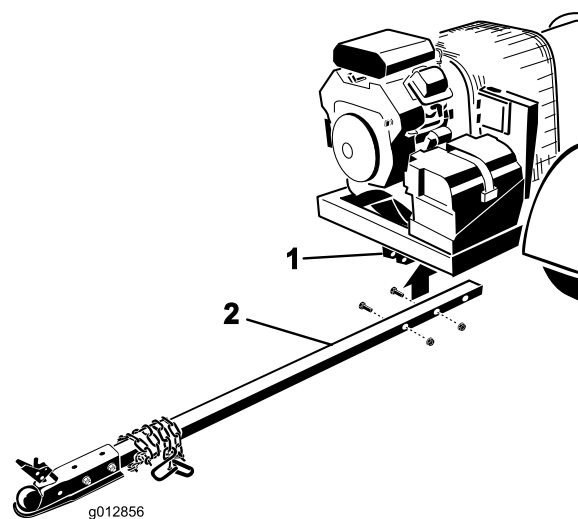

Figura 9
2. Introduzca la barra del enganche en los soportes del bastidor (Figura 9). Sujete la barra al bastidor con 2 pernos (3/8 x 3 pulgadas) y tuercas con arandela prensada (3/8 pulgada).